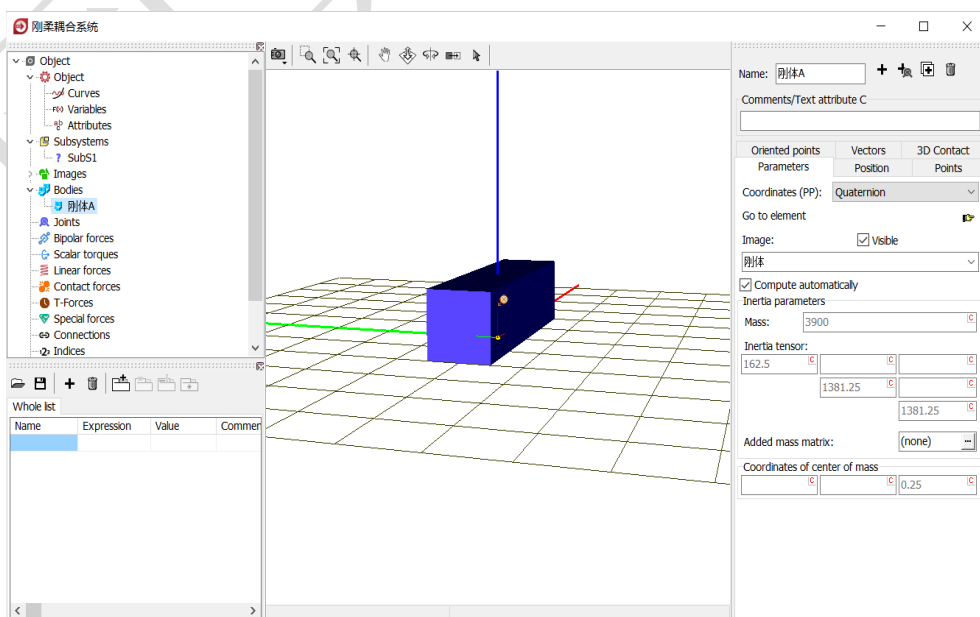

图 2-104
- 2) 创建第一个刚体，命名为**刚体 A**，从 **Image** 下拉菜单选择几何**刚体**，勾选 **Compute automatically**，程序会自动根据几何图形计算出物体的质量、转动惯量和质心位置，如图 2-104。